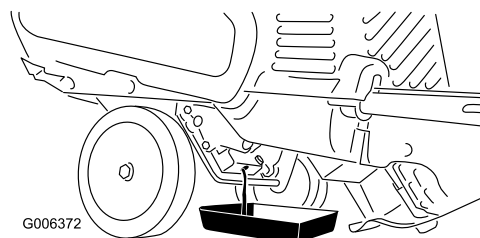

Figure 27
3. Placez un bac de vidange sous le bouchon de vidange et retirez le bouchon ; basculez la souffleuse à neige en arrière et vidangez l'huile usagée dans le bac de vidange (Figure 27).